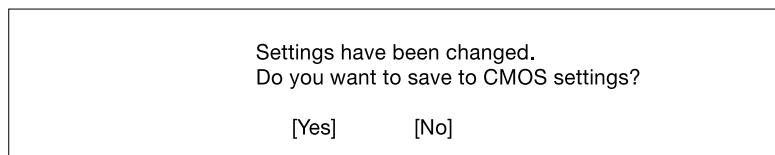

Figure 4-13 Ecran de sauvegarde des modifications
5. Appuyer sur la touche **Echap** pour revenir au menu System Security, puis appuyer de nouveau sur la touche **Echap** pour quitter Setup. L'écran affiche la fenêtre Sauvegarde des modifications, comme le montre la Figure 4-13.